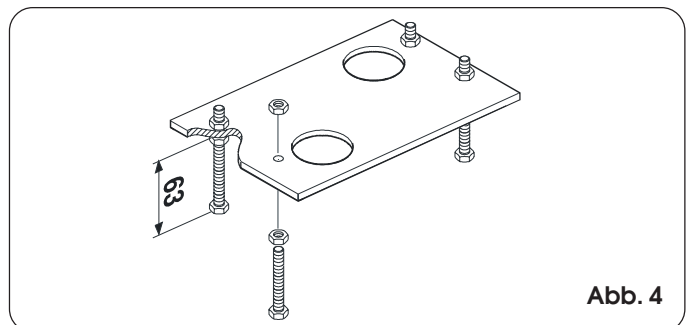

Abb. 4
- Die Gründungsplatte laut Abb. 4 montieren.